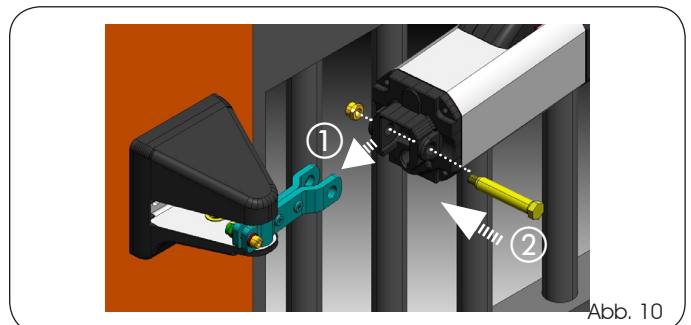

Abb. 10
5. Den Antrieb mit dem Bolzen und der Mutter (beide im Lieferumfang enthalten) am hinteren Bügel befestigen (Abb. 10 Bez. ① - ②).